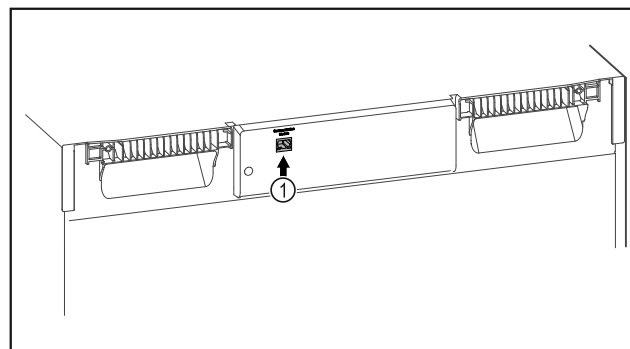

Fig. 105
- SmartModule Fig. 105 (1) er sat i.